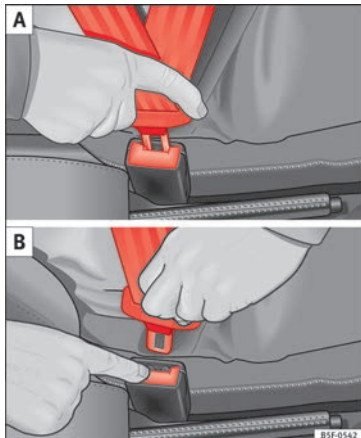

Fig. 54 Colocar y retirar la lengüeta del cierre del cinturón de seguridad.
- Introduzca la lengüeta en el cierre del asiento correspondiente hasta que se encastre de un modo audible » **fig. 54.**
- Pulse la tecla roja que hay en el cierre del cinturón » **fig. 54.** La lengüeta del cierre es expulsada hacia fuera » .